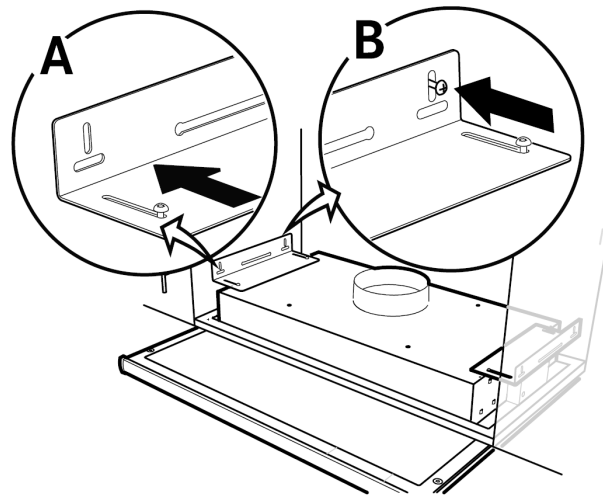

Bild 16 Montage mit Halterungen
2. Befestigen Sie die Halterungen so weit wie möglich in der Dunstabzugshaube. Setzen Sie die Dunstabzugshaube in das Loch im Schrankboden ein. Herausziehen (Abbildung 16, Pos. A) und verwenden Sie Schrauben, um die Halterungen an den Seiten des Schrankes zu befestigen (Abbildung 16, Pos. B). Ziehen Sie die Halterungen in der Dunstabzugshaube fest.